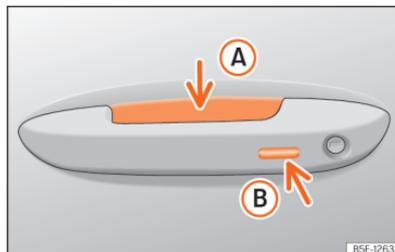

Fig. 74 Manípulo da porta: superfícies sensoras.
»» **Fig. 74**
- Toque na superfície sensora »» **Fig. 74 B** situada no lado exterior do manípulo da porta. Todos os indicadores de direção piscam uma vez.
- Antes de passarem 5 segundos, toque uma vez no sensor do lado exterior do manípulo da porta »» Fig. 74 (B). Ao fazê-lo, não agarre o manípulo. O sistema Keyless Access fica desativado temporariamente.